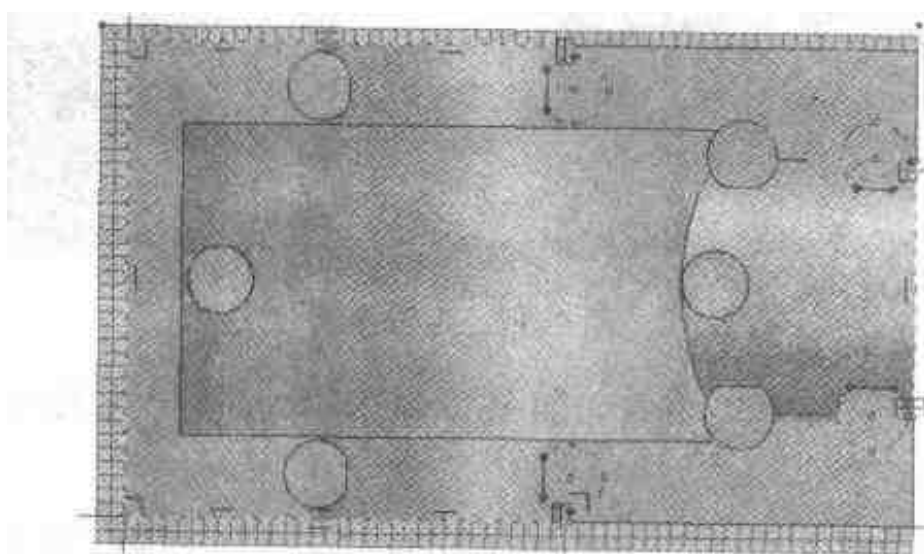

图 2.21 投影 3D 边到二维截面上
- (3) 单击【投影 3D 边】按钮后，依次单击如图 2.21 所示的颜色为黄色的各边。